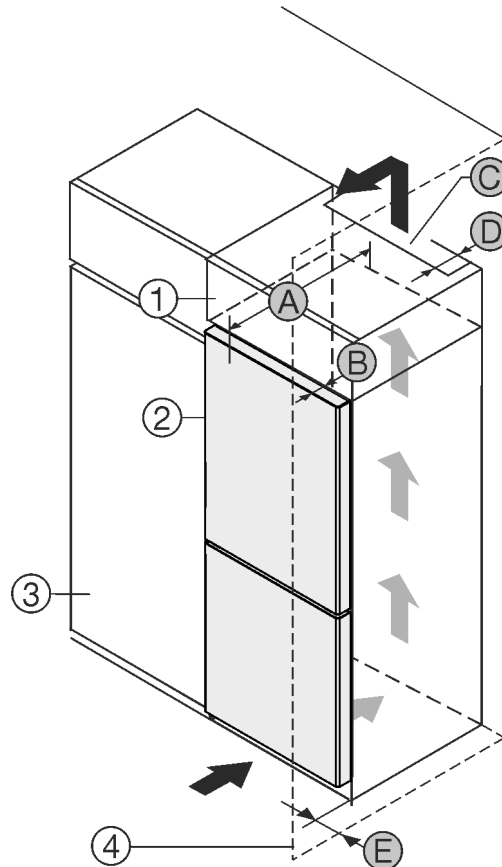

Fig. 1
Du kan opstille apparatet direkte ved siden af køkkenskab (Fig. 1 (3)).
På bagsiden af overskabet skal der være en ventilationskanal med dybden Fig. 1 (D) over hele overskabets bredde.
Ventilationstværsnittet Fig. 1 (C) under rummets loft skal overholdes.
Hvis apparatet opstilles med hængslerne ved siden af en væg Fig. 1 (4), skal afstanden mellem apparatet og væggen være mindst 13 mm.
Hvis apparatet opstilles med hængslerne ved siden af en væg Fig. 1 (4), skal afstanden mellem apparatet og væggen være mindst 20 mm.
For at døren kan åbnes helt, skal apparatet rage frem med dørens dybde Fig. 1 (B) i forhold til køkkenskabets forside. Apparatet kan rage mere ud afhængigt af køkkenskabenes Fig. 1 (3) dybde og anvendelsen af vægafstandsholdere.